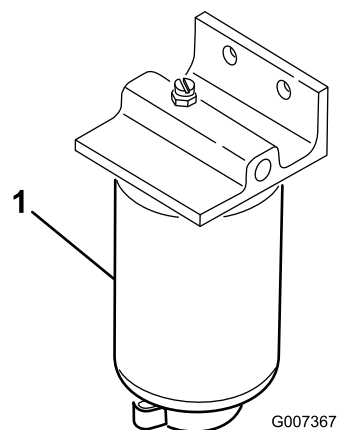

Bild 27
- Stellen Sie eine Auffangwanne unter den Kraftstofffilter (Bild 27).
- Öffnen Sie die Ablassschraube unten am Kraftstofffilter und lassen angesammeltes Wasser ablaufen (Bild 27). Ziehen Sie anschließend die Schraube wieder fest.